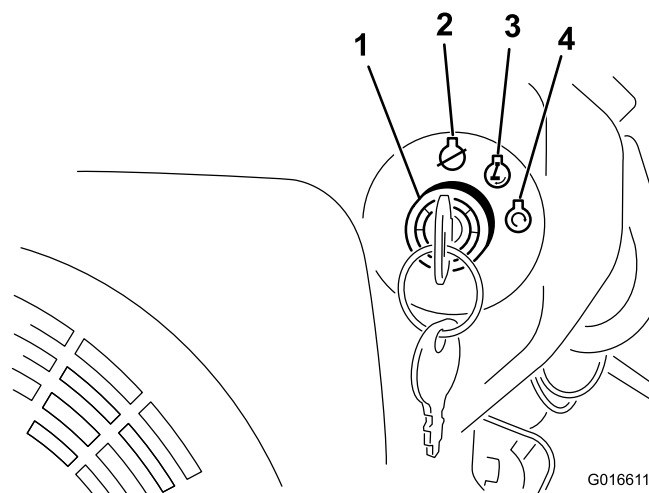

Figure 13
3. Tournez la clé de contact à la position de démarrage (Figure 13).
4. Lorsque le moteur démarre, relâchez la clé à la position marche (Figure 13).
2. Tournez la clé de contact à la position arrêt (Figure 13).